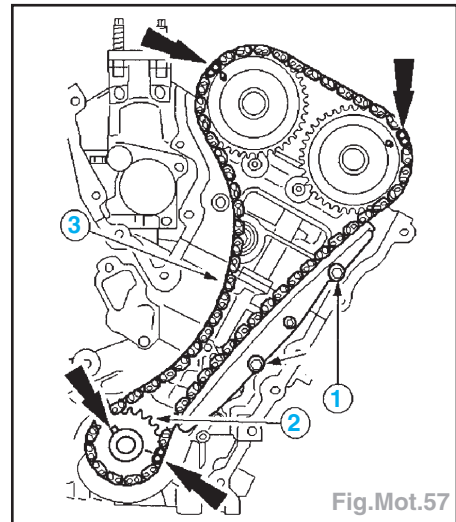

Fig.Mot.57
- Poser le guide-chaîne gauche et les vis de fixation (matériau noir) (1) (Fig.Mot.57).